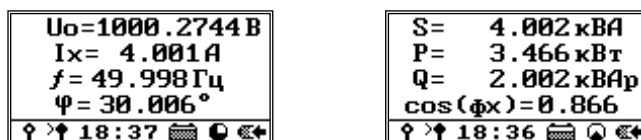

Рисунок 97
7.1.6.18 Спустя два-три интервала заданного времени усреднения после перехода в режим измерения на экране пульта ДУ отобразятся актуальные рассчитанные величины (рисунок 97):